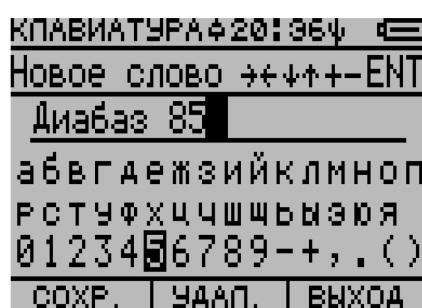
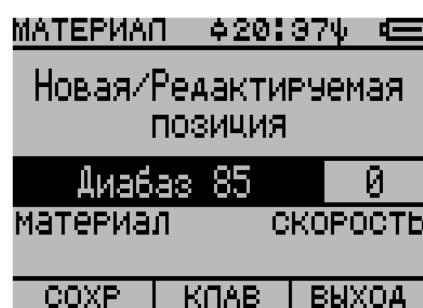
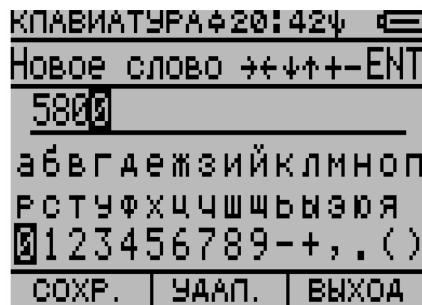
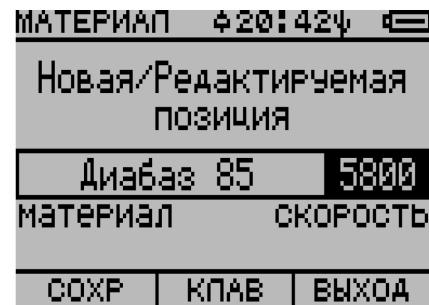

Рисунок 2.25
Рисунок 2.26
Рисунок 2.27
Рисунок 2.28
4) Нажать клавишу **F2 – КЛАВ**. для инициализации функции «виртуальная клавиатура». Вид экрана приведен на рисунке 2.24. Соблюдая правила пользования данной функцией, изложенные в 2.11, набрать название материала (рисунок 2.25). Нажать клавишу **F1 – СОХР.** для сохранения названия материала в строке новая/редактируемая позиция и возврата к экрану редактора (рисунок 2.26).
6) Повторить шаг 4 данного подпункта для набора (рисунок 2.27) и сохранения числового значения скорости УЗК (рисунок 2.28).
6) Нажать клавишу **F2 – КЛАВ.** для инициализации функции «виртуальная клавиатура». Вид экрана приведен на рисунке 2.25. Соблюдая правила пользования данной функцией, изложенные в 2.11, отредактировать значение скорости (рисунок 2.27) или название материала (рисунок 2.25). Нажать клавишу **F1 – СОХР.** для сохранения изменения в строке новая/редактируемая позиция и возврата в редактор.